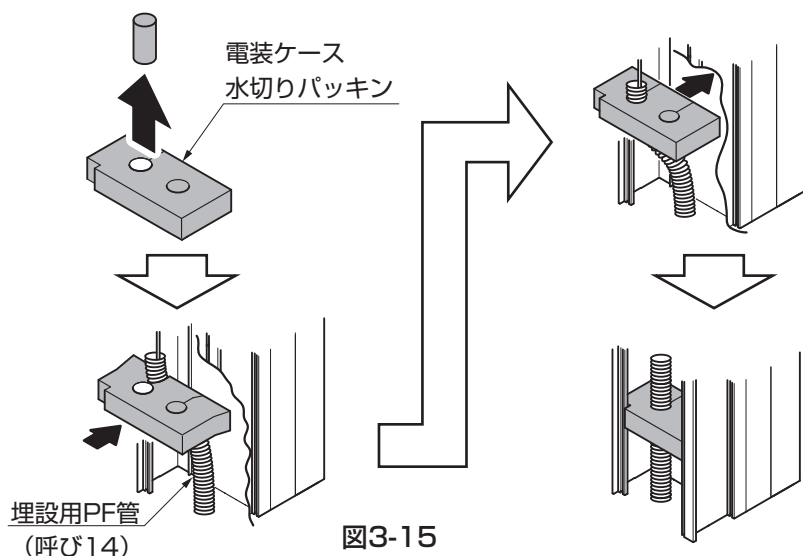

図3-15
- ③水切りパッキンの片側の穴を指で押し抜いて取り取ってください。(図3-15参照)
- ④PF管(呼び14)に水切りパッキンを装着して電装ケース下部にはめ込んでください。(図3-15参照)
- 電装ケース下部へはめ込んだ水切りパッキンの使用しない穴は抜き取らないでください。(図3-15参照)